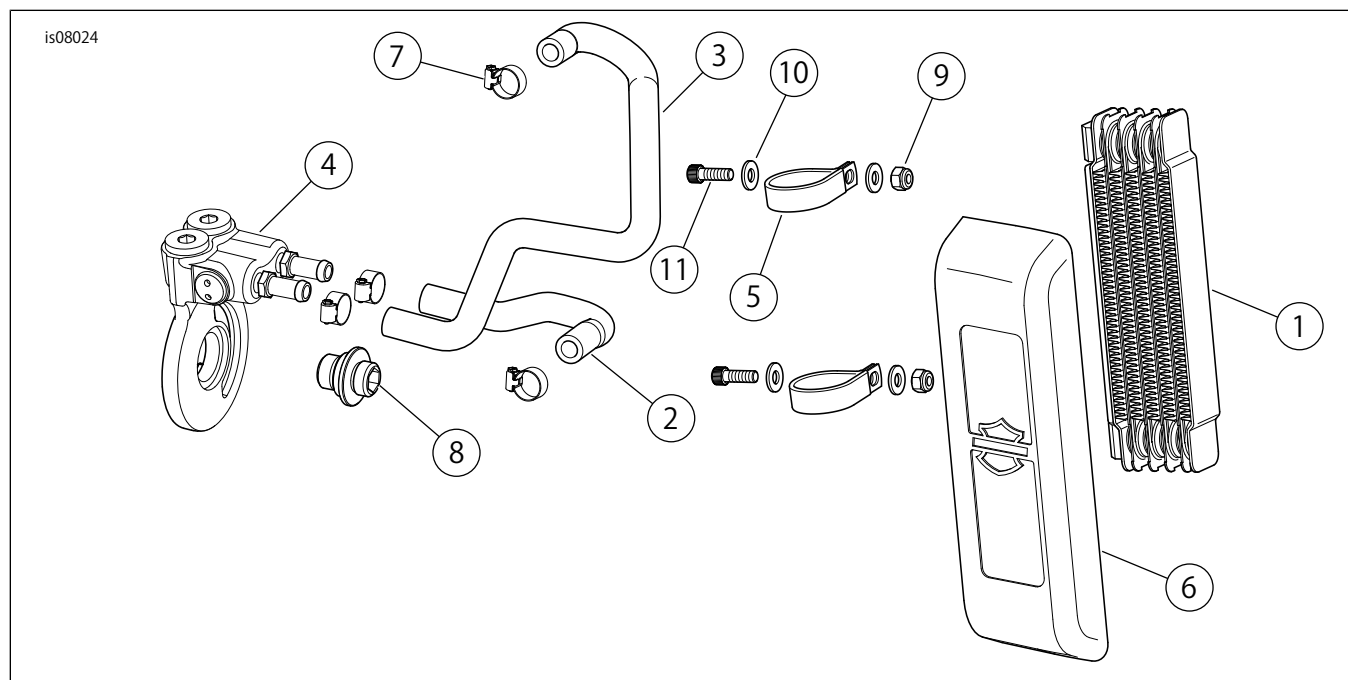

図5。交換用パーツ：ダイナオイルクーラー
「図5」および「表1」を参照してください。
5. 図5を参照してください。アッパーホース(3)をオイルクーラーのあごに取り付け、ホースクランプ(7)を使用して $0.9 \text{ N}\cdot\text{m}$ (8 in-lbs) のトルク値で締め付けます。